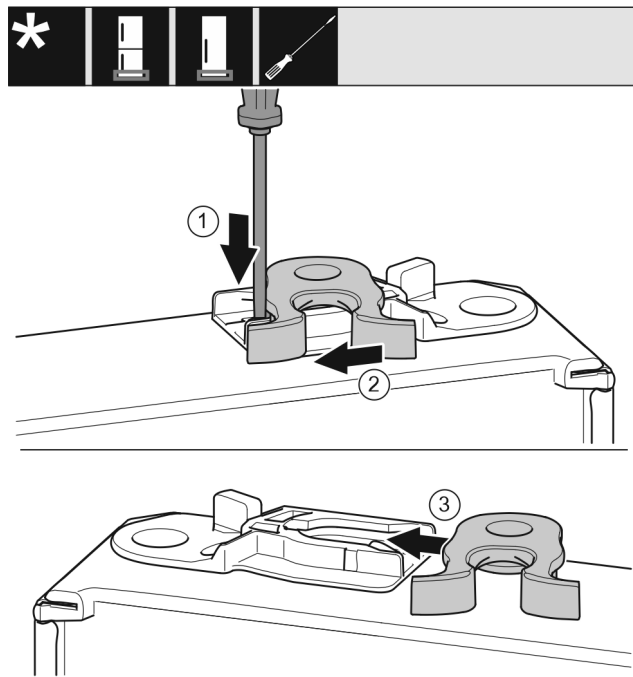

Fig. 19
- ▶ Nyomja le a fedőlemezt csavarhúzóval. Fig. 19 (1)
- ▶ Húzza ki a záróhorgot a vezetősínből. Fig. 19 (2)
- ▶ Tolja be a záróhorgot a vezetősínbe a másik oldalon. Fig. 19 (3)